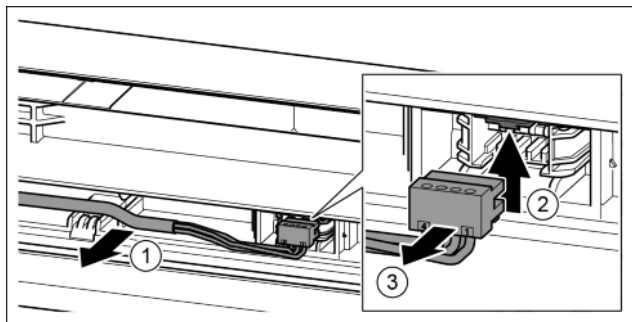

Fig. 21
- ▶ Grijze kabel voorzichtig uit de geleiding in de deur losmaken. Fig. 21 (1)
- ▶ Las naar boven duwen. Fig. 21 (2)
- ▶ Stekker voorzichtig eruit trekken. Fig. 21 (3)